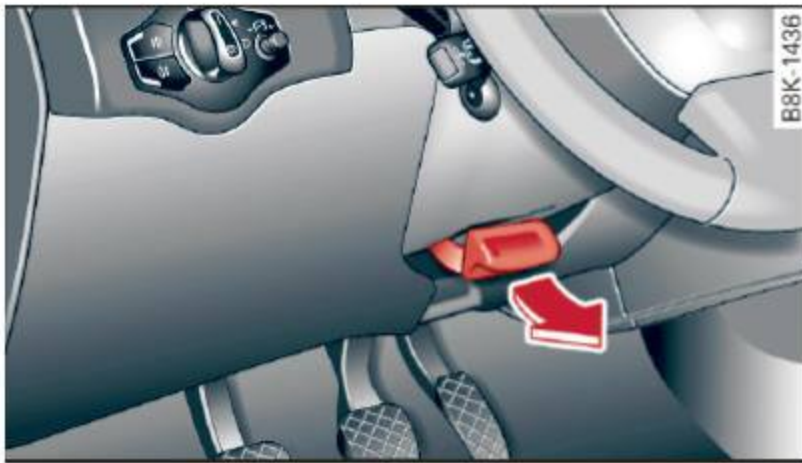

Fig. 73 Lever under the steering column
- ▶ Pull the lever ⇒ *fig. 73* ⇒ .